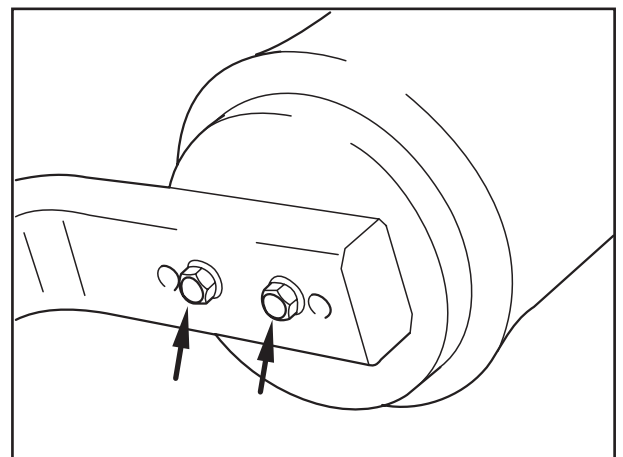

Fig. 12
- [15] Untere Sicherungsschrauben (Fig. 12/Pfeile) in den Liftbalg einschrauben und mit dem vorgeschriebenen Anziehdrehmoment von 230 Nm festziehen.
- [15] Screw bottom securing bolts (Fig. 12 /arrows) into the lift bag and tighten to the specified torque of 230 Nm.
- [15] Visser les vis inférieures de sûreté (fig. 12/ flèches) dans le piston de coussin de relevage et serrer au couple de serrage prescrit de 230 Nm.